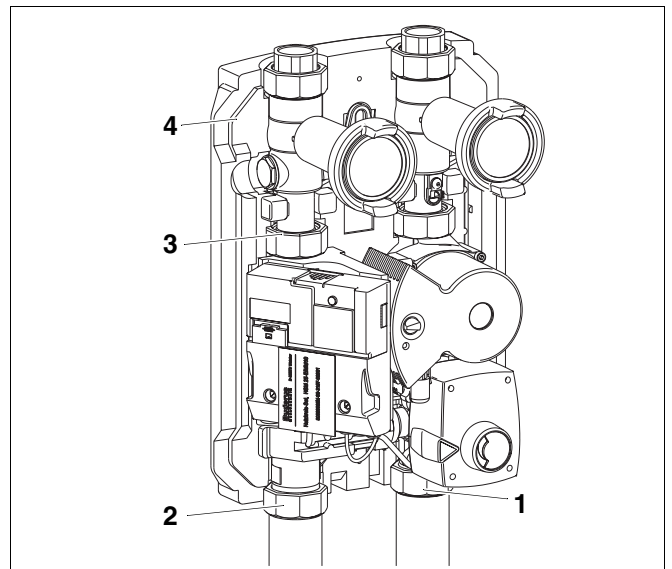

Abb. 3 Heizkreis-Set HS/HSM mit EMS montieren
- Dichtungen in die Verschraubungen (Abb. 3, **Pos. 1** und **2**) einlegen (Rohre vom Heizkessel).